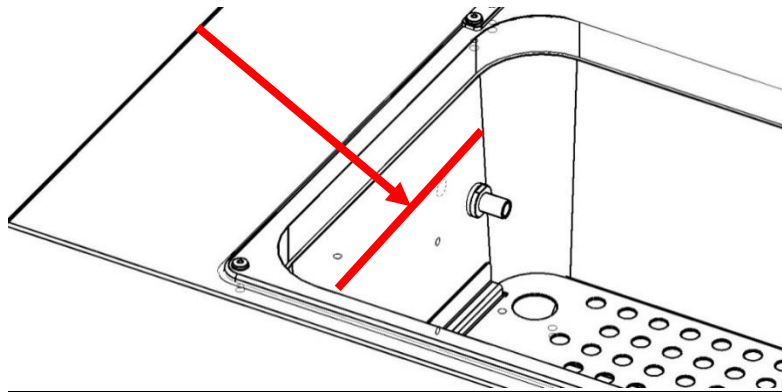

Figura 4
Riempire la vasca con acqua deionizzata. Il livello dell'acqua deve sempre essere al di sopra dell'ugello di uscita della pompa (ove presente), o comunque in quantità tale da non lasciare scoperto l'elemento riscaldante (vedi Figura 4).
***IMPORTANTE:* nel riempimento della vasca bisogna sempre considerare la naturale evaporazione dell'acqua. È necessario dunque mantenere sempre un livello dell'acqua sufficiente (almeno 4-5 cm sotto il bordo superiore della vasca), vedi Figura 4.**